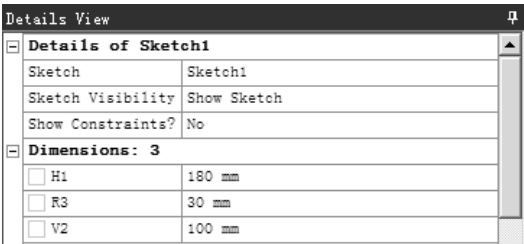

图 3.3.15 修改尺寸
(4) 修改尺寸。将尺寸修改为设计要求的尺寸，此时“Details View”对话框如图 3.3.15 所示，并在 **Dimensions** 窗口下单击 **Move** 按钮，调整尺寸至合适的位置。